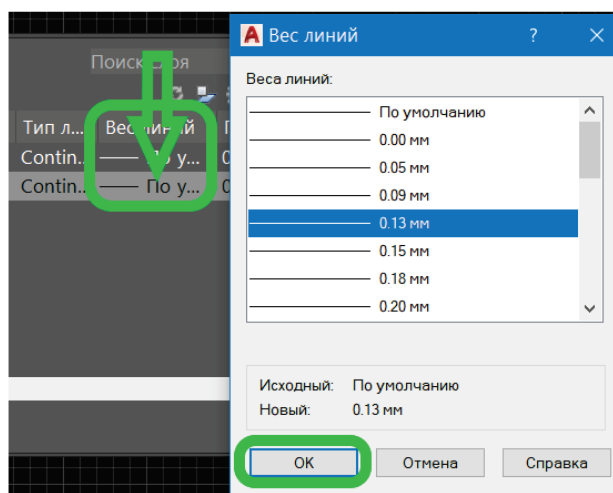

Рисунок 12 – Задание веса линии
5. Задать вес (толщину) линии слоя (рис. 12).